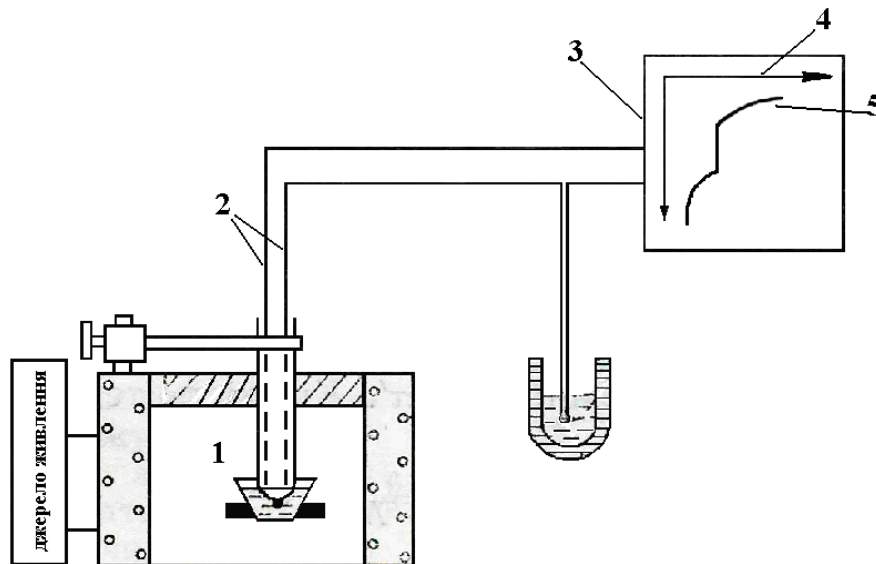

Рис. 28. Установка для вивчення кристалізації металічних сплавів методом кривих охолодження
Криву отримаємо, якщо використовуватимемо установку, зображену на рис. 28. Тигель зі сплавом розміщуються всередині об'єму нагрівальної печі 1. Сигнал від диференціальної термопари 2 подається на потенціометр КСП2-016 (3), шкала якого проградуєвана в градусах 4.
1. Нагріти зразок в печі 1 до температури $T > T_{пл}$ і включити самописний потенціометр 3 (рис. 28) (виключивши піч).